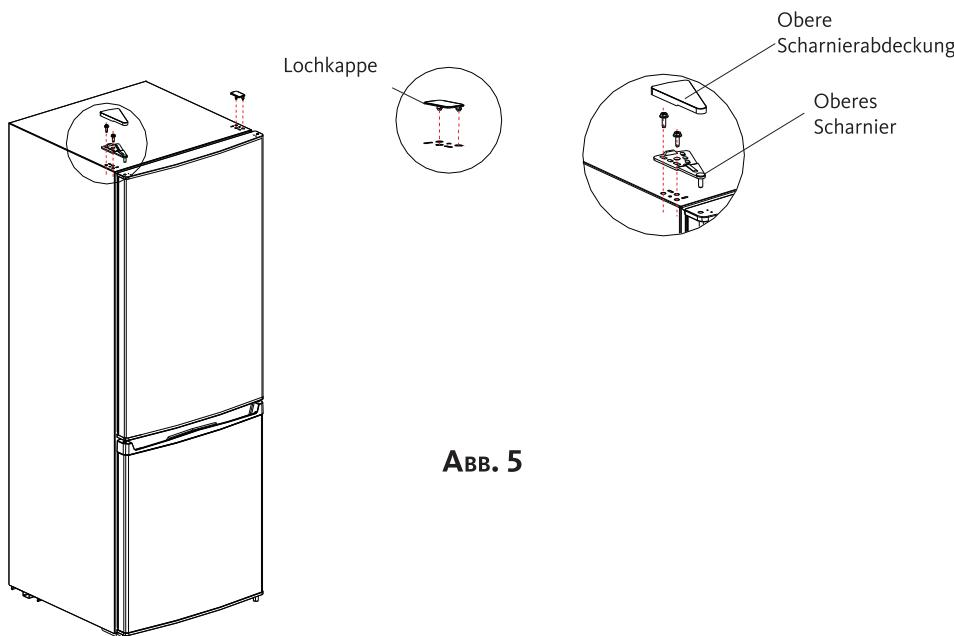

ABB. 5
- Setzen Sie die Tür des Kühlschrankabteils wieder auf das mittlere Scharnier, wobei Sie diese an das Gerät andrücken. Achten Sie darauf, dass die Tür richtig auf das Gerät ausgerichtet ist. Setzen Sie das obere Scharnier, die obere Scharnierabdeckung wieder ein und stecken dann die Lochkappe auf der anderen Seite ein (siehe Abbildung 5).